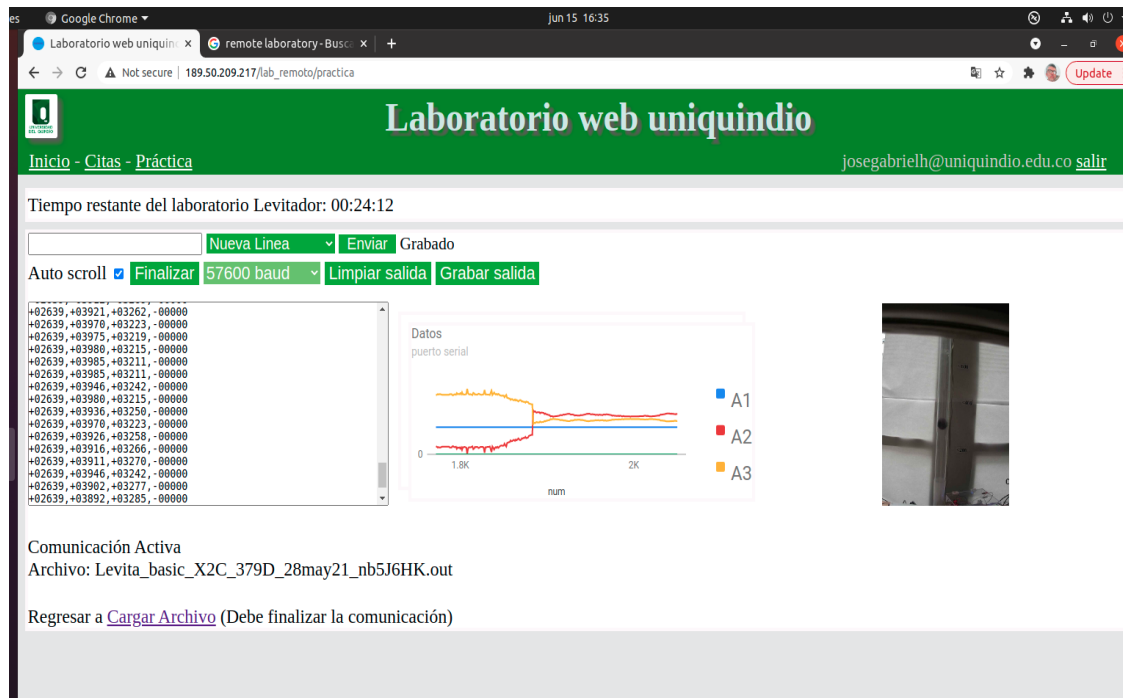

Figura 4. Pantalla de resultados del laboratorio remoto.
- En la Figura 4 se muestran los resultados al enviar el dato 8000.